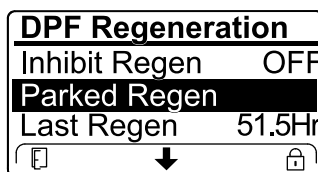

Figura 71
- Se o computador do motor pedir uma regeneração de recuperação ou se estiver a processar uma regeneração de recuperação e percorrer a opção REGENERAÇÃO EM ESTACIONAMENTO, a regeneração em estacionamento bloqueia e o ícone de bloqueio (Figura 71) surge no canto inferior direito do InfoCenter.